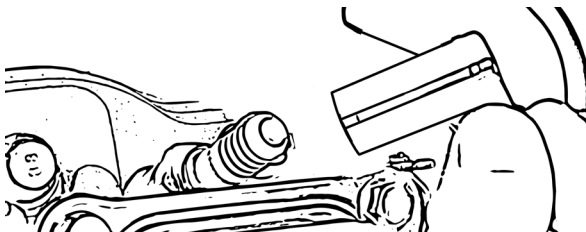

Abbildung 31
- Stecken Sie die Einheit auf die Zündkerze, Abb.31.